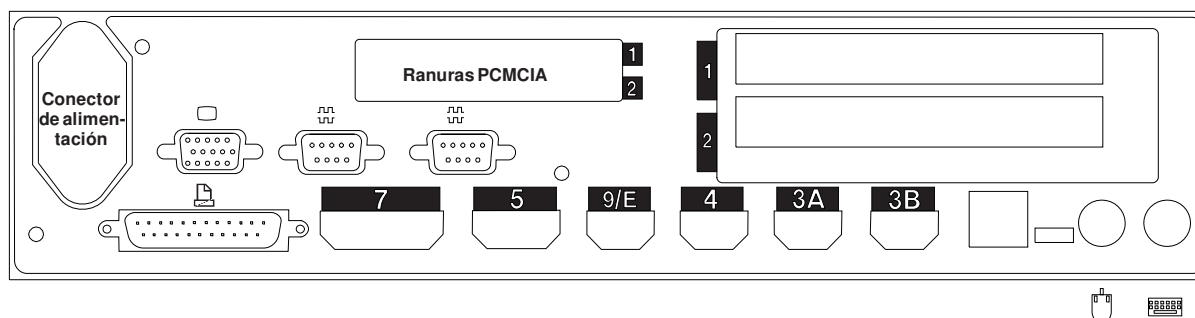

Figura 90. Parte posterior del Terminal de Punto de Venta IBM 4694-0x4/1x4
10. En la Figura 90 marque con una X los zócalos a los que se conectan los dispositivos POS.